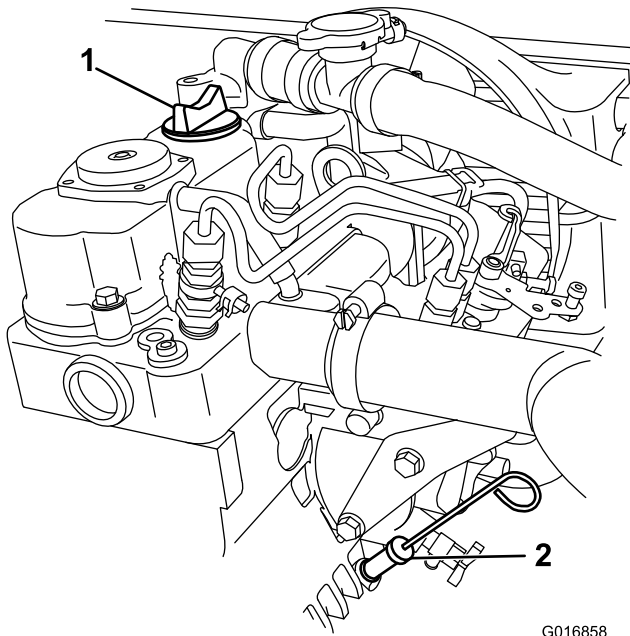

Figure 16
3. Avec un chiffon, nettoyez la surface autour de la jauge de niveau (Figure 16) pour éviter de faire tomber des impuretés dans le tube de la jauge et d'endommager le moteur.
5. Enfoncez la jauge au fond du tube (Figure 16).
6. Sortez de nouveau la jauge et examinez son extrémité (Figure 16).
7. Réinsérez la jauge d'huile au fond du tube de remplissage (Figure 16).